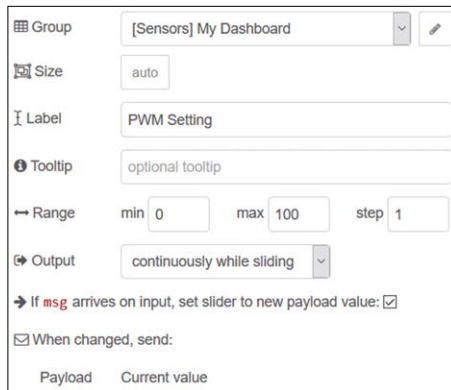

Figure 8.19 Configuration du nœud de curseur
- Créer un **curseur** node et le nommer **Réglage du PWM**. Configurer ce nœud comme indiqué dans la figure 8.19, cliquez sur **Terminé**